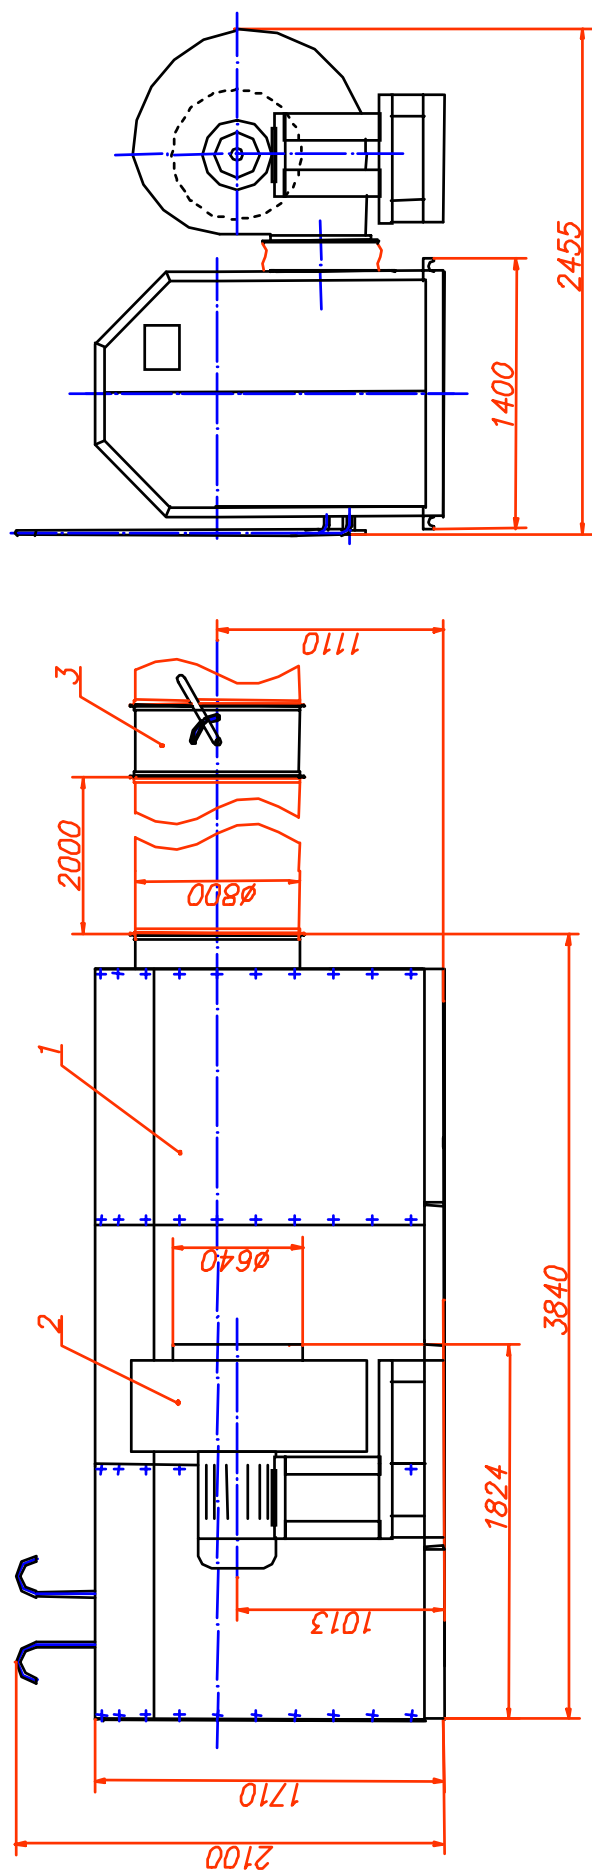

Рис.1 Теплогенератор Т1000G, габаритные и присоединительные размеры
2.2 Общий вид, габаритные и присоединительные размеры воздухонагревателя и его составных частей приведены на рис. 1.
8.3 Напор воздуха регулируется с помощью заслонки 3 рис.1 врезанной воздухоподводящую магистраль. Для стабильной работы горелочного устройства напор воздуха должен находиться в пределах **900-1200** Па.